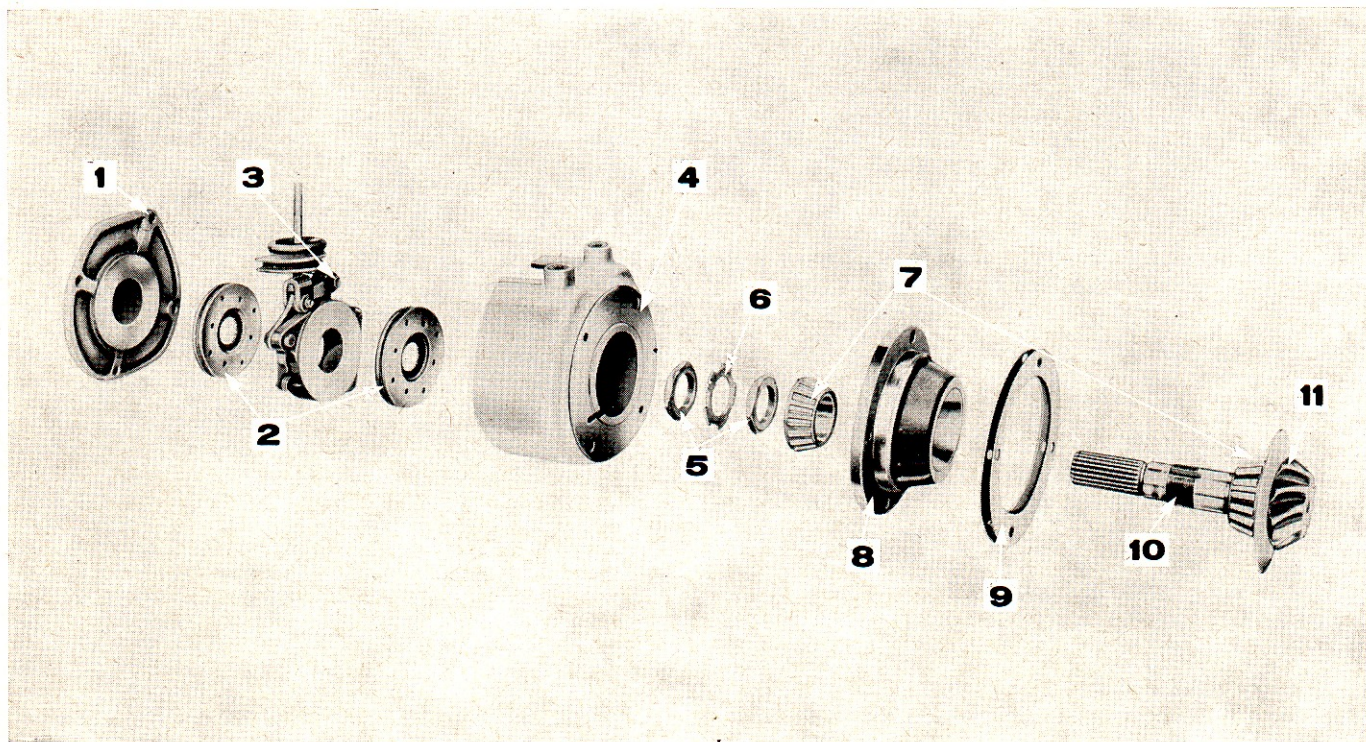

Figure 35: Vue éclatée du frein à main sur transmission
9. Extraire du couvercle les roulements à galets extérieur et intérieur, le déflecteur d'huile et l'arbre de frein (Figure 35).